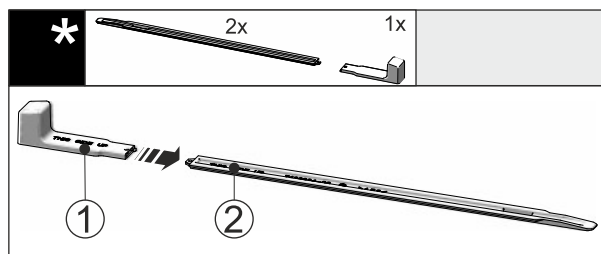

Fig. 48
- ▶ Dugja rá a szerelőfogantyút Fig. 48 (1) a szintezősínre Fig. 48 (2).